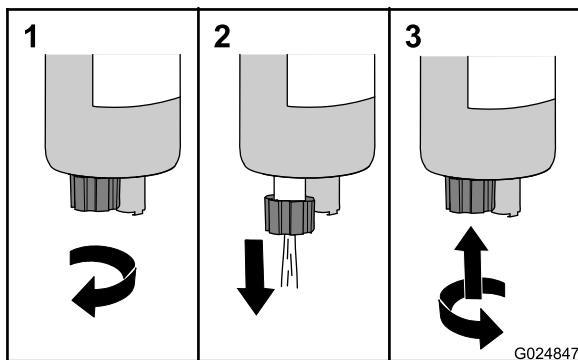

Figura 21
3. Ruotate la valvola di spurgo in senso antiorario all'incirca di 3 giri e 1/2, fino a quando la valvola non cade dal separatore di carburante/condensa (Figura 21).
4. Spurgate l'acqua e i sedimenti dal separatore fino a quando non è visibile carburante pulito (Figura 21).
5. Sollevate la valvola e giratela in senso orario a mano finché non è serrata (Figura 21).